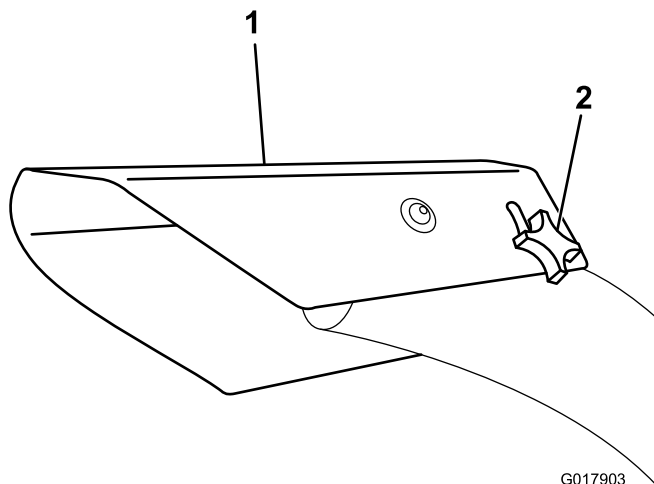

Figure 11
1. Desserrez le bouton du déflecteur et tournez l'éjecteur à la position voulue (Figure 11).